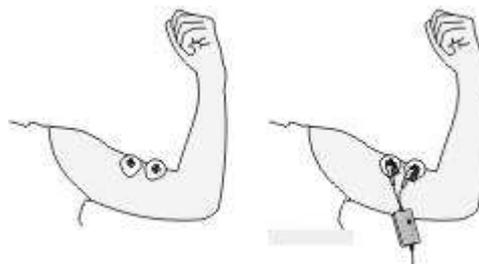

Figura 16
- Caso o sensor utilizado seja o SDS500 com conexão por garras, devem-se posicionar os eletrodos na pele e depois conectar os cabos do sensor. Veja Figura 16.